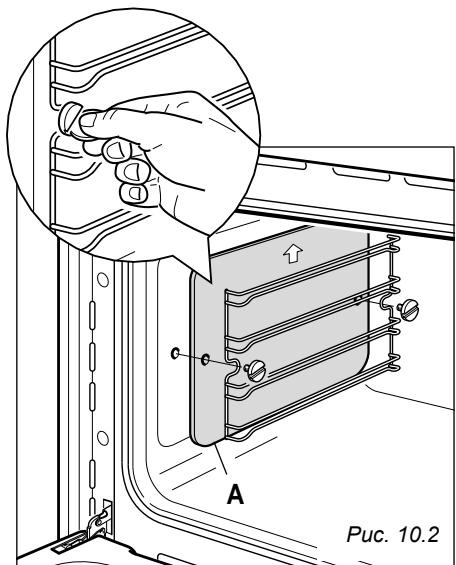

Рис. 10.2
- Установите проволочные решетки-держатели на стенках духового шкафа с помощью 2 винтов (Рис. 10.2).
- В случае оснащения моделей катализическими панелями вставьте данные панели «A» стрелочкой вверх (Рис. 10.2).